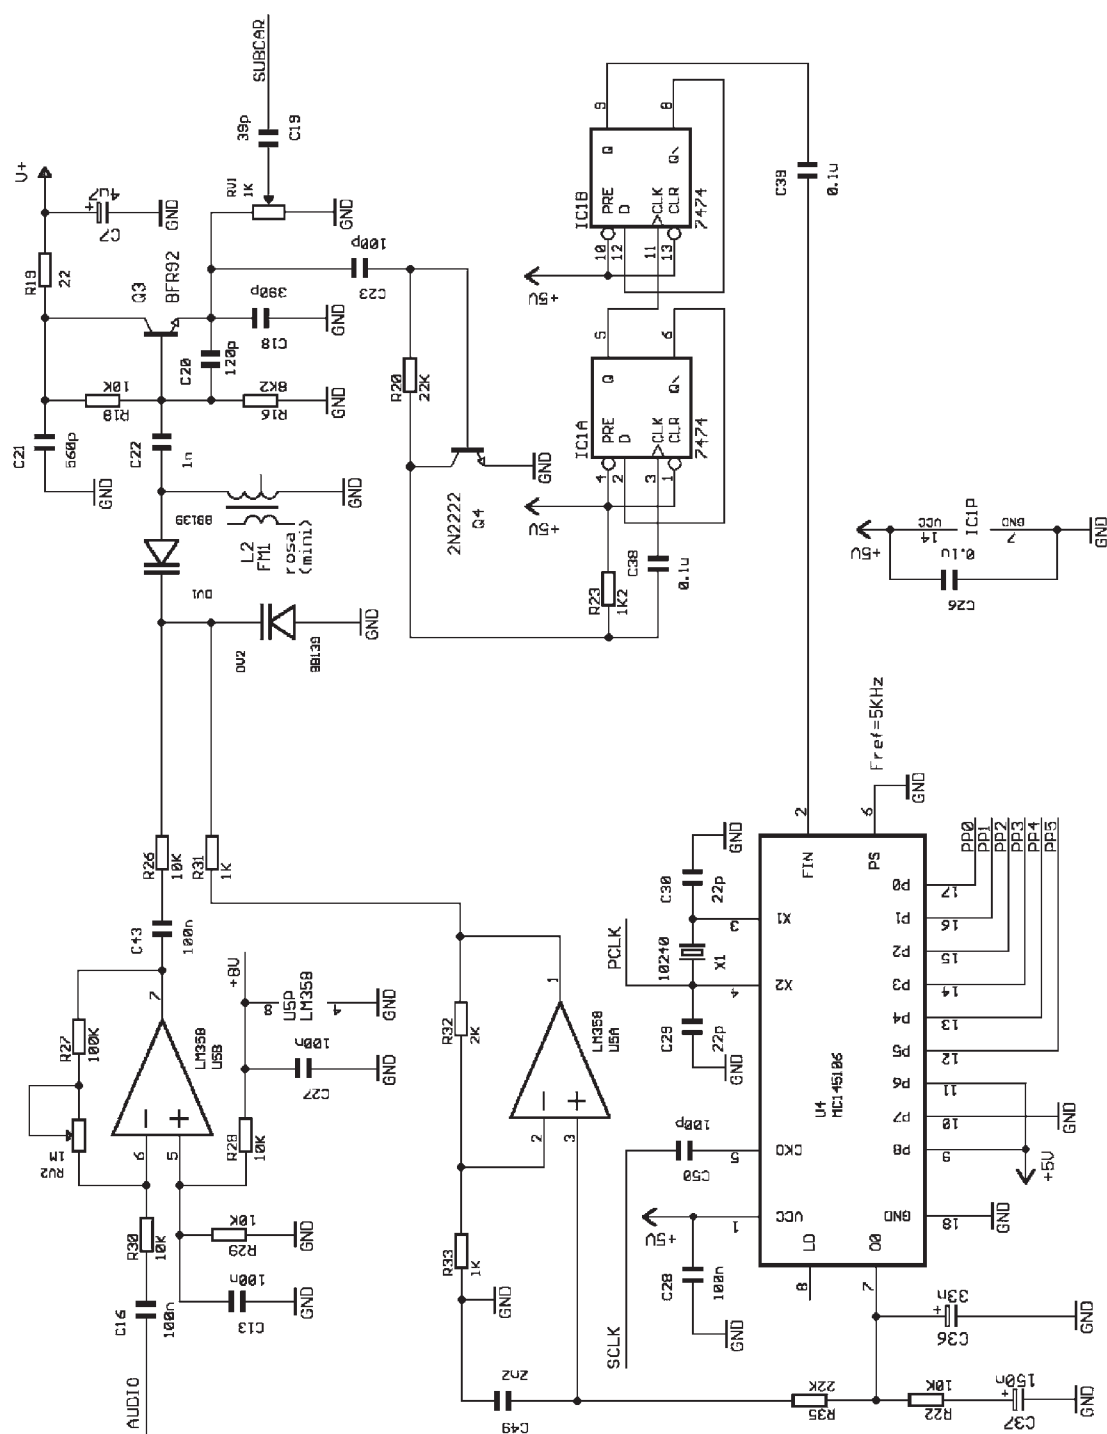

Fig. 3
La seconda parte (fig. 3) riguarda la generazione, controllo e modulazione della sottoportante audio.
2) Clock di sistema - Riferimento schema: fig. 3
8) PLL secondario (portante audio) - Riferimento schema fig. 3.